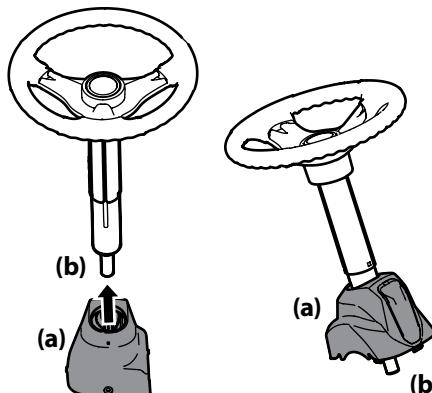

Figura 2-1
1. Deslice la tapa del pedestal (a) sobre el eje de la dirección (b) de manera que dicho eje (b) se instale en el montable, la tapa del pedestal (a) quedará vertical como se indica en la Figura 2-1.